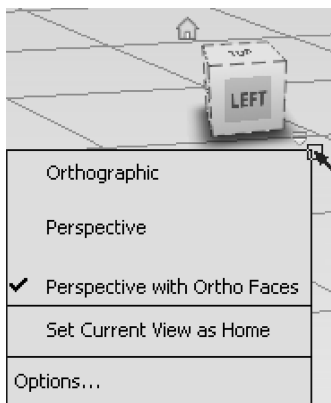

图 3-62 【ViewCube】工具设置
- 02 在透视窗口中单击【ViewCube】工具下方的上下文菜单图标，然后选择【Perspective with Ortho Faces】，设置为带正交的面的透视模式，如图 3-62 所示。
【ViewCube】工具，如图 3-62 所示，支持三种不同的视图投影：透视、正交和带正交的面的透视。切换模型的视图时，视图将根据选定的投影模式进行更新。单击【ViewCube】工具下方的上下文菜单图标，然后选择【Perspective with Ortho Faces】，在这种模式下，当单击【ViewCube】上面的 Top 时，视图会切为正交投影模式俯视图，同理，单击其他会直接切换到相应的视图窗口，不需要来回切换视图，在具有带正交的面的透视模式下的透视窗口中，通过单击【ViewCube】工具不同位置实现不同窗口的切换，为建模带来了很大的便捷。